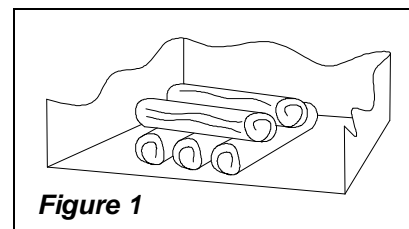

Figure 1
**IMPORTANT:** pour obtenir le meilleur rendement, il faut placer à l'intérieur du foyer des bûches de bois, d'une longueur maximum de 30 cm, comme indiqué sur la Figure 1: